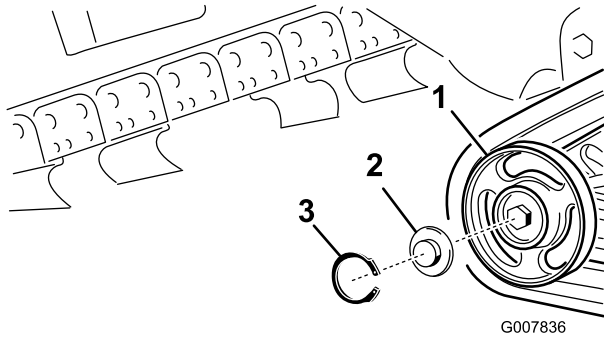

Figure 50
2. Déposez le jonc d'arrêt et le chapeau d'un galet de roulement (Figure 50).
3. Vérifiez la graisse sous le chapeau et autour du joint (Figure 50). Si elle est encrassée, granuleuse ou en quantité insuffisante, enlevez toute la graisse, remplacez le joint et ajoutez de la graisse neuve.
5. Placez le chapeau de galet de roulement sur la tête du boulon (Figure 50).
6. Fixez le chapeau avec le jonc d'arrêt (Figure 50).